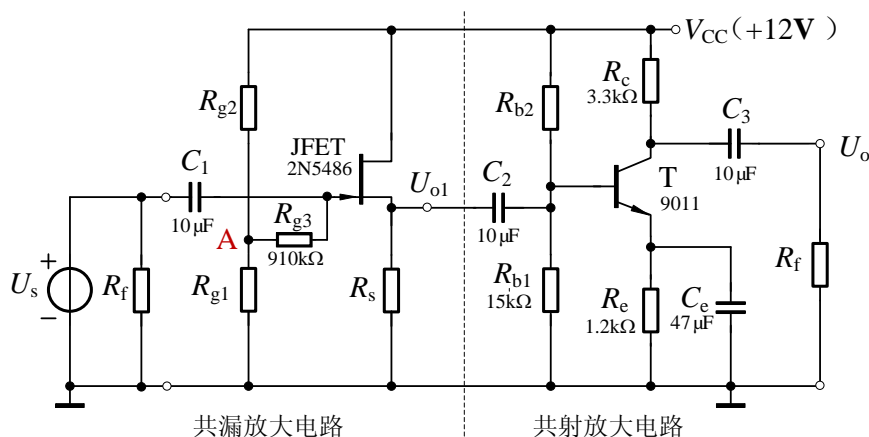

图 2 两级放大电路
- （2）两级放大电路的参考电路如图 2 所示。 R_{g1} 、 R_{g2} 取值应大于 $100k\Omega$ 。考虑到引入电压负反馈后反馈网络的负载效应，应在放大电路的输入和输出端分别并联反馈电阻 R_f ，理由详见附录。
2. 根据实验必做内容中的电路参数要求，计算图 2 两级开环放大电路的 \dot{A}_{u1} 、 \dot{A}_u 、 R_i 、
(1) 测试图 2 电路的静态工作点时应通过测量 A 点电位得到 U_{GQ} 。
(2) 由于两级放大电路的输入电阻很高，测试输入电阻的方法请参考单管放大电路实验文档中“高阻值输入电阻的测试方法”。
(3) 闭环测试时，需将输入端和输出端的等效负载 R_f 断开。
(4) 输入电阻 R_{if} 指放大电路的输入电阻，不含 R_o 。
(5) 测试各项电路参数时，要注意电路结构，并随时判断所测数据的正确性。
1. 在图 2 中，为了使场效应管放大电路的静态工作电流为 $1.5\text{mA}\sim 2.5\text{mA}$ ，源极电阻 R_s 应该在什么范围内取值？请结合仿真结果进行分析。
2. 已知实验室配备的万用表内阻约为 $1\text{M}\Omega$ ，实验中调试图 2 所示共漏放大电路的静态工作点时，为什么通过测量 A 点电位来得到栅极电位，而不直接测栅极电位？
3. 在图 2 所示共漏放大电路的设计中，分压电阻 R_{g1} 和 R_{g2} 应该如何合理取值？取几 $\text{k}\Omega$ 、几十 $\text{k}\Omega$ 、几百 $\text{k}\Omega$ 还是几 $\text{M}\Omega$ ？
4. 在图 2 所示的两级放大电路中，可以引入哪些组态的交流负反馈？说明理由。
7. 在图 2 所示电路中，电阻 R_{b1} 和 R_{b2} 的取值会影响哪些动态参数？如果它们取值太小，会产生什么现象？
10. 在图 2 所示电路中，第一级为场效应管放大电路，输入电阻很大，引入并联负反馈后，输入电阻很小，为什么？